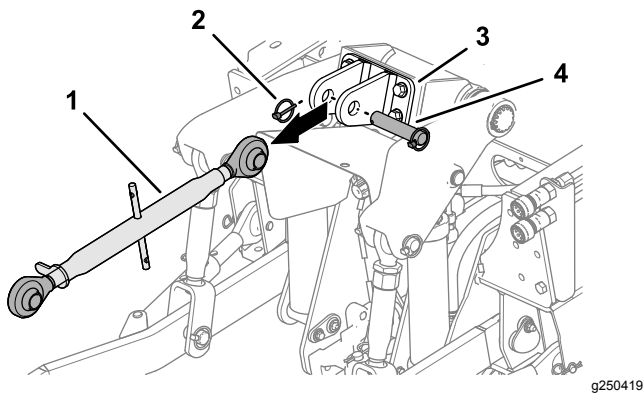

Figura 25
- Si está instalado, retire el pasador de seguridad, el pasador de horquilla y el enganche de 3 puntos superior del soporte de enganche superior (Figura 25).